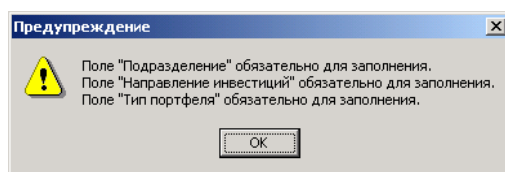

Рисунок 1.5.
**Примечание:** Для того чтобы открыть закладку, щелкните левой кнопкой мыши по требуемой Вам закладке (например, «**2. Критерии и работы**» (рис.1.4). Если при открытии закладки будут введены не все общие данные, то появится окно предупреждения (рис.1.5.):